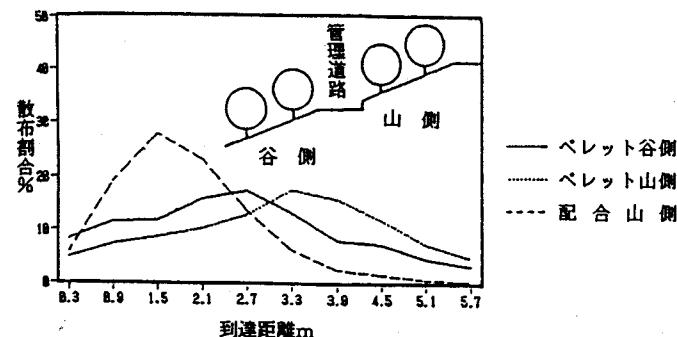

図3 敷布精度
- 散布精度は、ペレット肥料では、散布幅約6mに山側、谷側ともほぼ均一な散布が可能である(図3)。